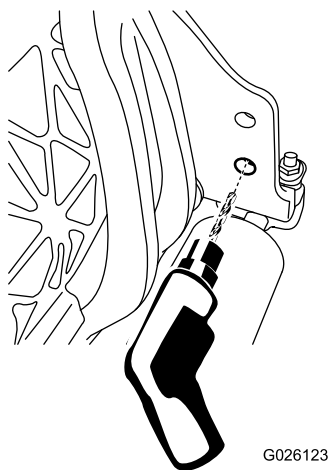

Рисунок 5
1. Рассверлите нижнее отверстие с правой стороны режущего блока сверлом 9 мм, чтобы увеличить диаметр этого отверстия (Рисунок 5).